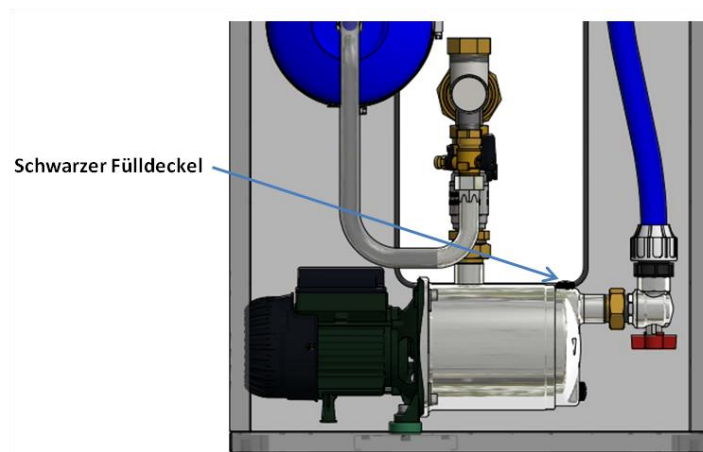

Abbildung 31: Entlüften der Druckpumpe
- V. Beide Druckpumpen durch Öffnen des schwarzen Fülldeckels entlüften bis Wasser austritt (siehe Abbildung 31).